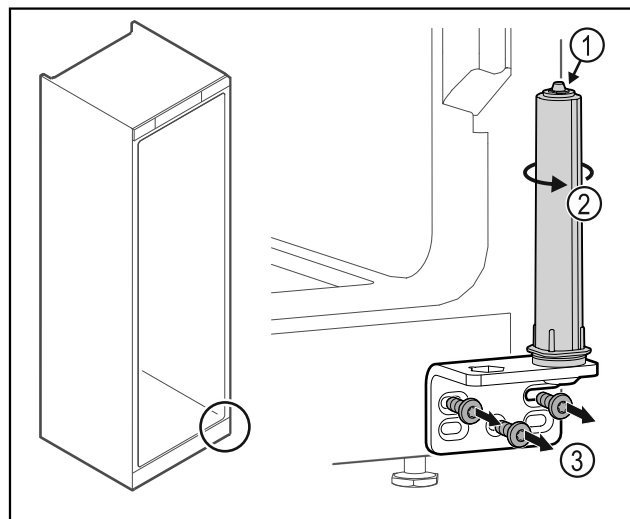

Fig. 41
► Nerozebírejte uzavírací systém dvířek Fig. 41 (1).
- Otáčejte uzavíracím systémem Fig. 41 (2), dokud nezacvakne.
- Odšroubujte úhelník závěsu Fig. 41 (3).